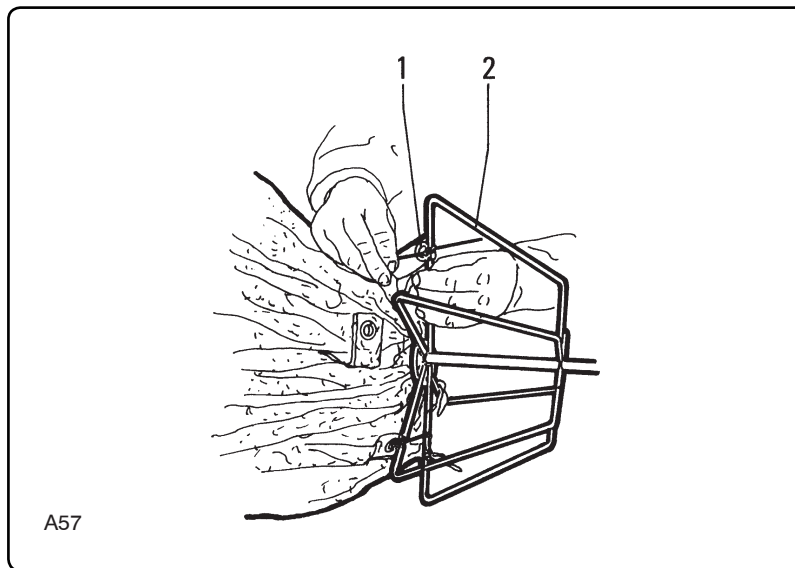

Fig. 8.5.2
- Sfilare la gabbia "6" e capovolgere il filtro mettendo a vista la fascetta di aggancio "1" fig. 8.5.2.
- *Unscrew cage "6" and overturn the filter, exposing coupling clamp "1" fig. 8.5.2.*
- Retirez l'anneau "6" et renversez le filtre en dégageant les anneaux d'accrochage "1" fig. 8.5.2.
- Den Käfig "6" herausziehen und den Filter auf den Kopf stellen, wobei die Einraststulpe "1" Abb. 8.5.2 sichtbar wird.
- Introdurre la gabbia "2" fig. 8.5.2 ed ancorarla al filtro mediante le fascette "1" esistenti sul fondo del filtro.
- *Insert cage "2" fig. 8.5.2 and fix it to the filter by means of clamps "1" at the bottom of the filter itself.*
- Montez la cage "2" fig. 8.5.2 et fixez-la au filtre au moyen des colliers "1" placés sur le fond du filtre.
- *Den Käfig "2" Abb. 8.5.2 einführen und mit den Stulpen "1" am Filterboden am Filter befestigen.*